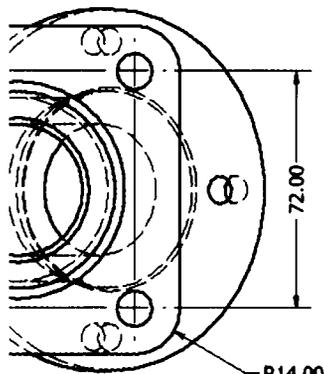

Рис. 2.22. Добавление радиального размера
9. Щелкните левой кнопкой мыши, чтобы определить место положения размера (см. рис. 2.22).